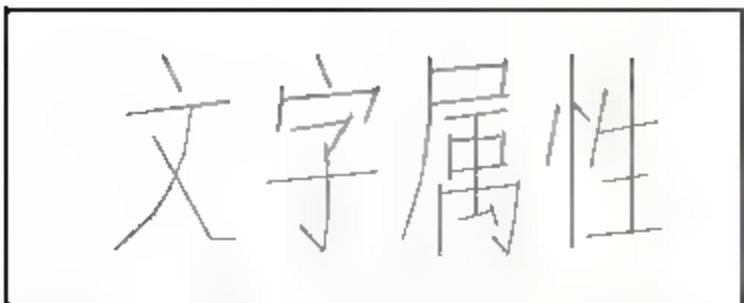

图7-30 输入属性
- 03 单击【确定】按钮，根据命令行的提示在合适的位置输入属性，如图7-30所示。